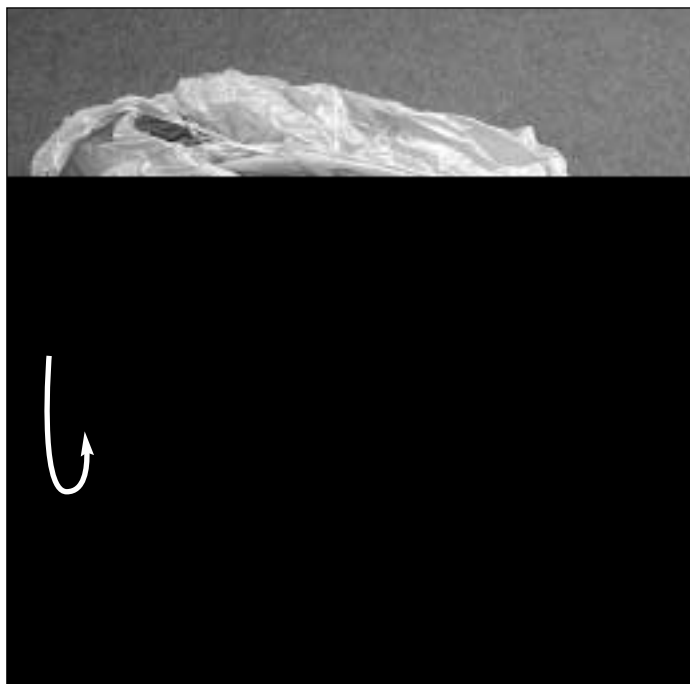

Fig 15
Repliez par moitié le pli ainsi formé **sous** lui-même (Fig 15).
*Make a half roll whith this new fold **under** itself (Fig 15).*